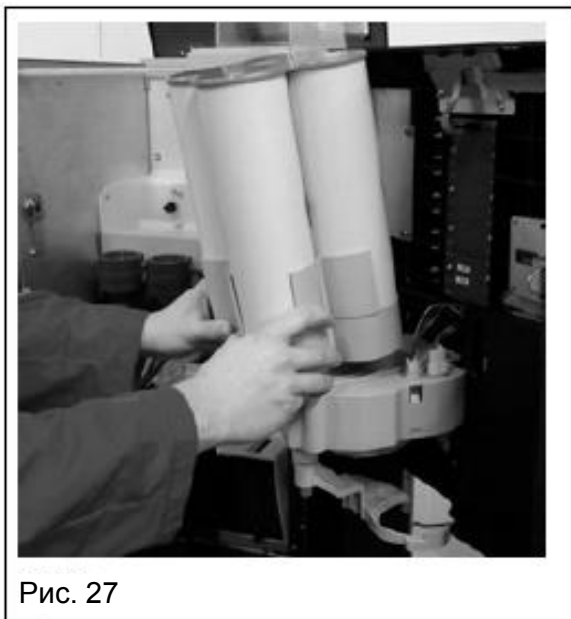

Рис. 27
- снимите держатель чашки (рис. 27)